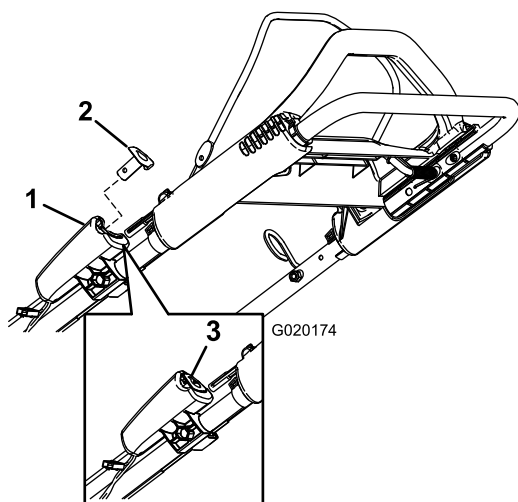
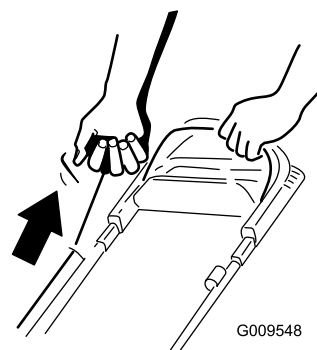

Figura 12
Figura 13
2. Pulse el botón de arranque eléctrico (Figura 12) (modelos de arranque eléctrico solamente) o tire de la cuerda del arrancador de retroceso (Figura 13).
**Nota:** Si se ha retirado el botón de arranque eléctrico, introdúzcalo en el arrancador eléctrico; consulte Figura 12 (modelo de arranque eléctrico solamente).
con fuerza (Figura 13). Deje que la cuerda vuelva lentamente al manillar.